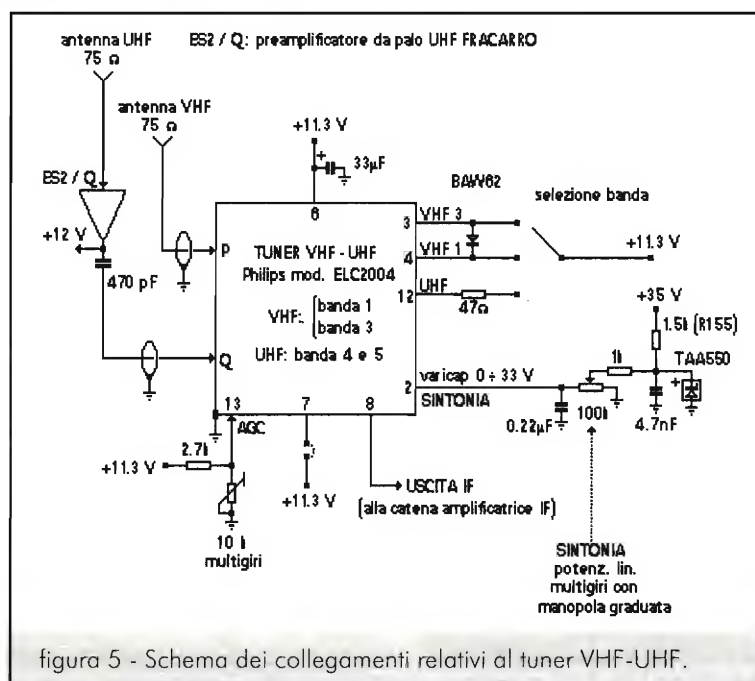

figura 5 - Schema dei collegamenti relativi al tuner VHF-UHF.
tuita con un commutatore rotativo a 3 posizioni 1 via. Le gamme di funzionamento sono (vedi schema delle connessioni relative al tuner di figura 5):
- Comando di sintonia tramite un potenziometro lineare multigiri da 100kΩ corredato di apposita manopola demoltiplicata graduata (collegamenti effettuati in base allo schema di figura 5).